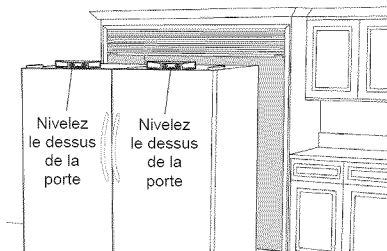

Figure 14
- Enlevez les couvre-charnières supérieurs en plastique et remplacez-les par les couvre-charnières de couleur argent qui vous sont fournis (I).
- Placez un niveau de charpentier sur le dessus de la porte. À l'aide d'un ruban à mesurer, réglez les quatre pieds de mise à niveau, pour que chaque porte soit de niveau et à une hauteur de 176,2 cm (69-3/8 po) mesurée à partir du rebord supérieur avant de la porte. Reportez-vous aux figures 14 et 16.